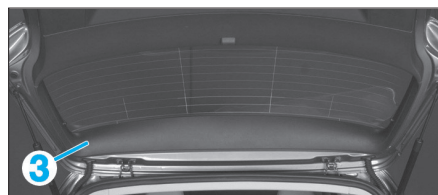

Fig. 54
- Dégrafer la garniture supérieure (3) à l'aide d'une pince d'écartement (Fig.54).